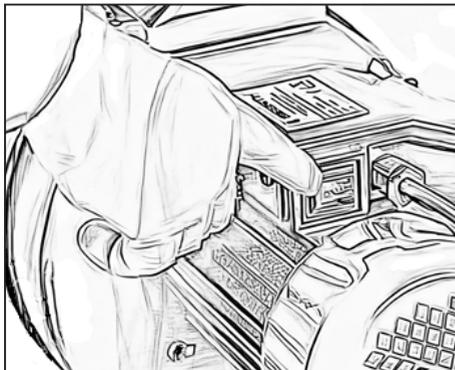

Abb. 6
- Stellen Sie den Ein-/Ausschalter auf „EIN“. (Abb. 6)